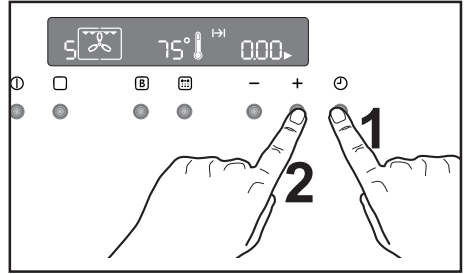

Abb. 9
- 2) Die Taste  drücken, um die Funktion "Gardauer" zu wählen. Das Gardauersymbol  blinkt und auf dem Display wird "0.00" angezeigt. (Abb. 9)